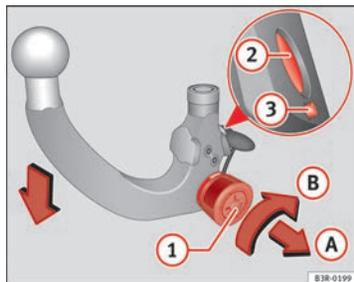

Fig. 160 Dispositivo desmontable para remolque: Pretensar la rótula
- Introduzca la llave ① ⇒ fig. 160 en la cerradura de la rueda moleteada y gírela en dirección a la marca roja.
- Tire de la rueda moleteada en la dirección que indica la flecha ① y gírela a continuación sin dejar de tirar de ella en la dirección de la flecha ② hasta que el perno de bloqueo ② encastre y pueda verse que la palanca de desenclavamiento ③ sale ⇒ ⚠.